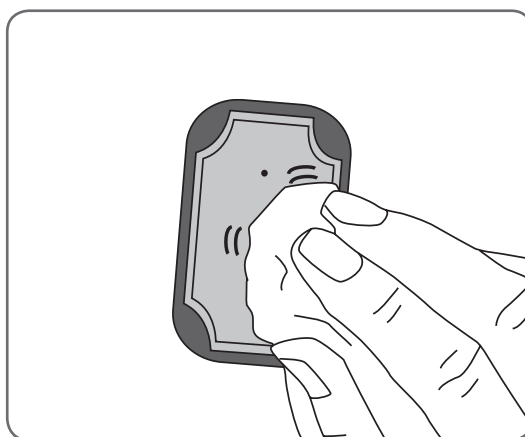

Ilustración 6-22: Cómo secar los electrodos de tela.
3. Escurra el exceso de agua de los electrodos de tela. Consulte la Ilustración 6-22.